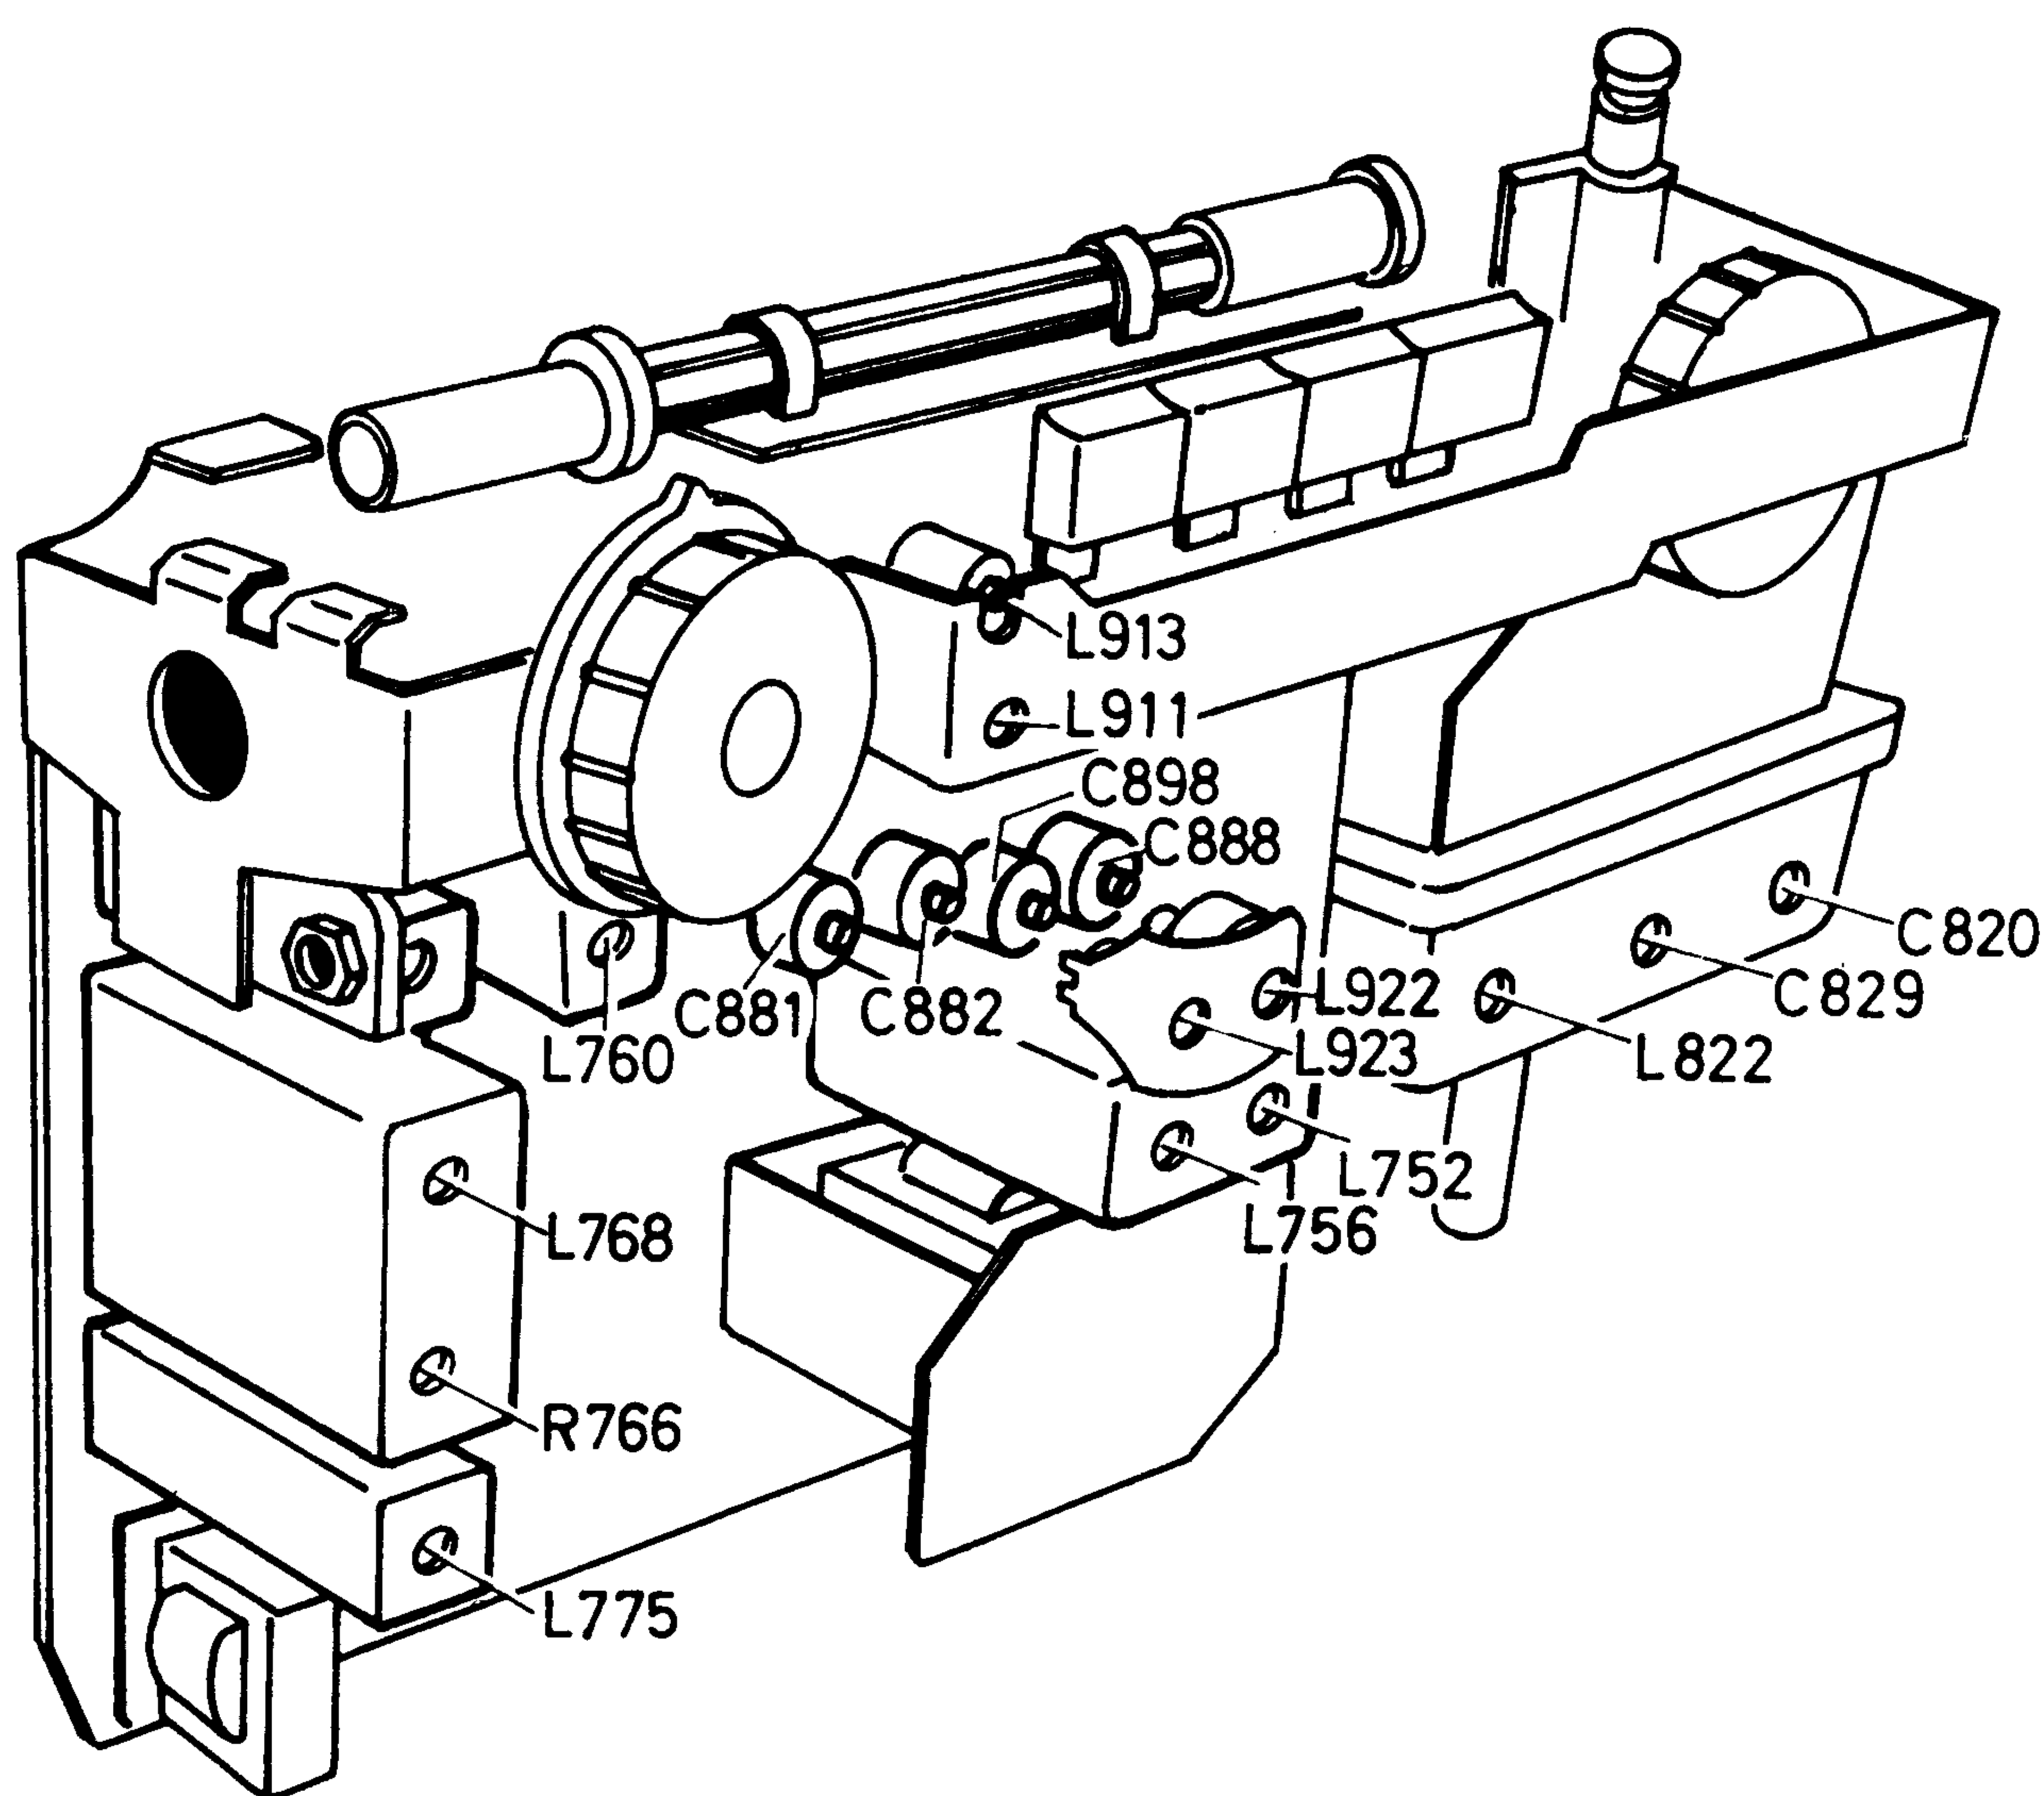

Fig. 7
3) Ein AM-Signal, 400 Hz, 30 % moduliert, soll eine Ratiospannung von 1,4 V erzeugen. Dann mit R 766 ein Spannungsminimum am Outputmeter einstellen, Fig. 7.
3) An AM signal, 400 cs, 30 % modulated must produce a ratio voltage of 1.4 V. Adjust a voltage minimum at the outputmeter by means of R 766, see fig. 7.